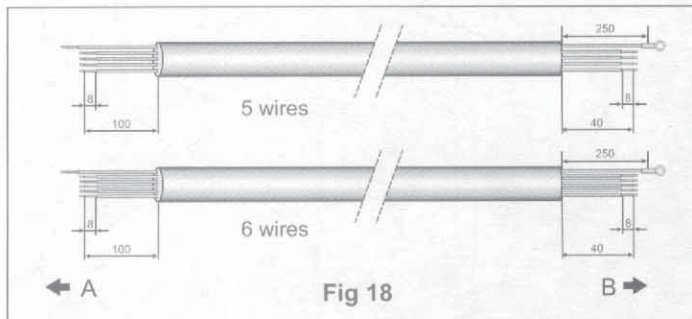

Fig 18 A ESTERNO B. INTERNO
2. Preparare le estremità del cavo multipolare per la connessione come illustrato in fig. 18.